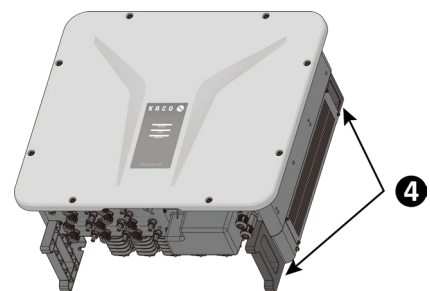

Abb. 7. Gerät anheben
7. Heben Sie das Gerät an den vorgesehenen Stellen an (siehe Abb. 7).
1. Gerät an den Griffmulden anheben (siehe Abb. 7). Geräteschwerpunkt beachten!